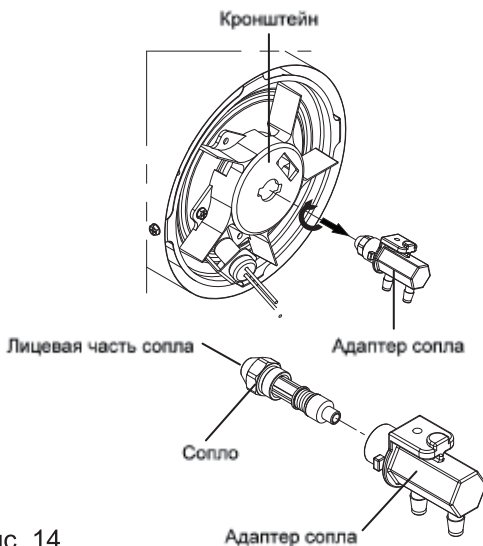

Рис. 14
- 6.Выкрутите из адаптера сопло гаечным ключом 5/8" (рис. 14);